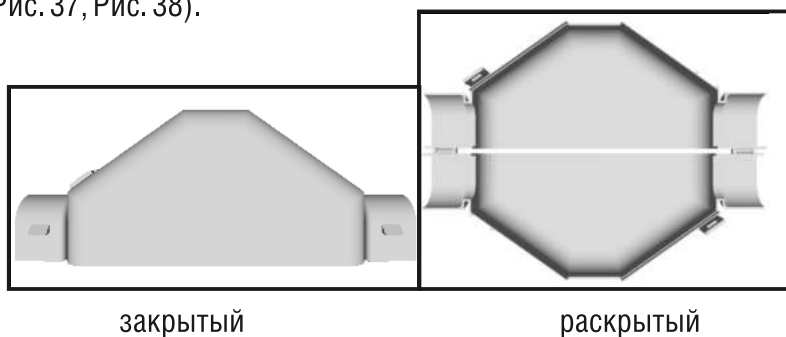
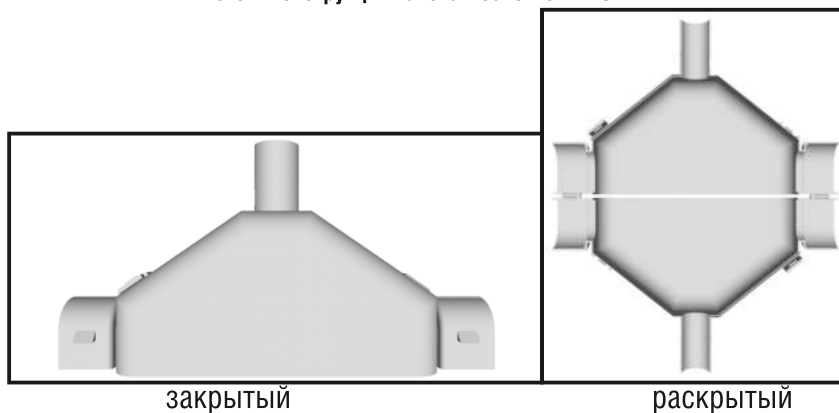

Рис. 37. Конструкция капота ПЗУ-6-10кВ-ПС-2-НГ
Рис. 38. Конструкция капота ПЗУ-6-10кВ-ЛК-НГ
10.2.1. Капот состоит из двух одинаковых частей, соединённых между собой снизу осевыми шарнирами, которые позволяют раскрывать и закрывать капот. В верхней части предусмотрены замки-защелки для запираания двух частей (Рис. 37, Рис. 38).